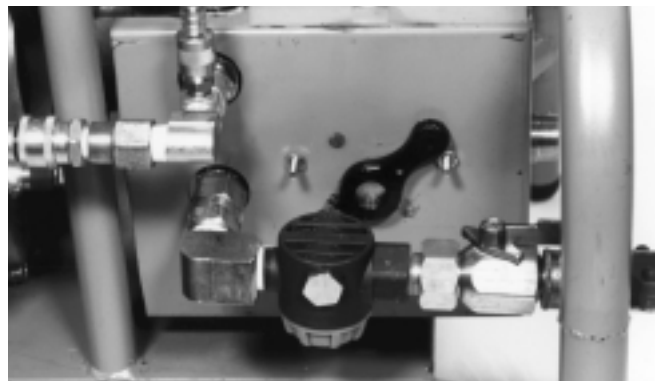

Figura 7 – Accionador de pulsaciones en ON
1. Gire la palanca del accionador de pulsaciones hacia la derecha para provocar las pulsaciones (Figura 7).